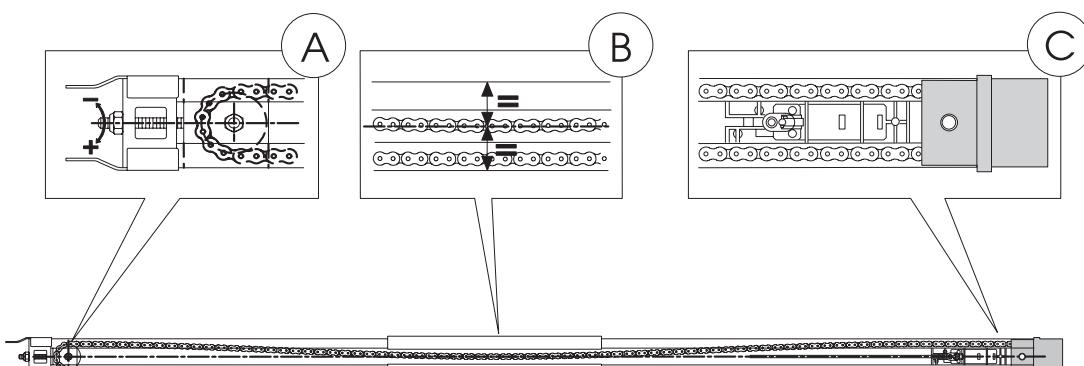

Fig. 8
- 5) Coucher le rail de guidage sur le côté (Fig. 8)
- 6) Pousser le chariot à proximité du groupe d'embrayage de la traction (Fig. 8 réf. C).
- 7) Régler le tendeur (Fig. 8 réf. A) de manière à ce que la zone centrale de l'anse, formée par la branche supérieure de la chaîne, coïncide plus ou moins avec le milieu du rail de guidage (Fig. 8 réf. B).